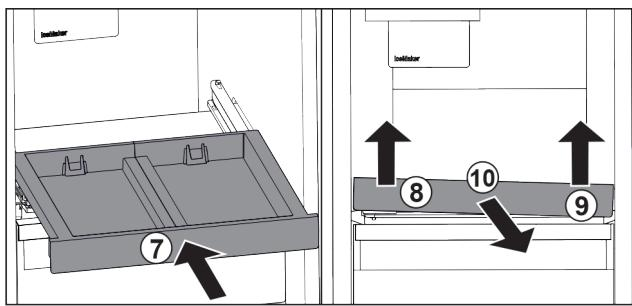

Fig. 125
- ▶ Zasuňte vysouvací přihrádku. Fig. 125 (7)
- ▶ Vysouvací přihrádku vpředu vlevo nadzvedněte. Fig. 125 (8)
- ▶ Vysouvací přihrádku vpředu vpravo nadzvedněte. Fig. 125 (9)
- ▶ Odeberte vysouvací přihrádku směrem dopředu. Fig. 125 (10)